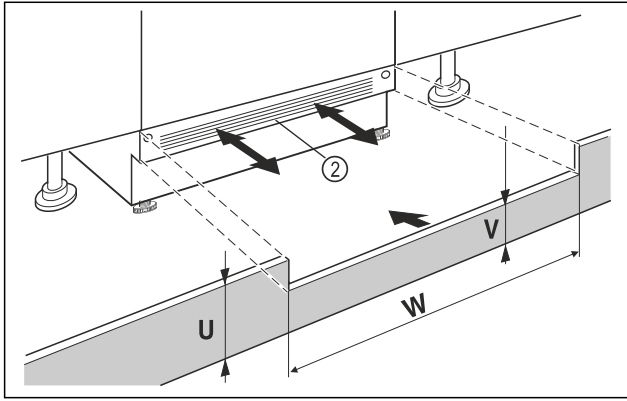

Fig. 10 Voorbeeldweergave
- Plaats de afdekking van de onderkant van het apparaat Fig. 10 (2) maar zet hem nog niet vast.
- Als de sokkelafdekking Fig. 10 (2) zichtbaar is, trek het dan naar voren totdat de voorkant van het ventilatie-ooster en de sokkelafdekking van het meubel gelijk zijn.
- Bij een verborgen sokkelafdekking Fig. 10 (2), deze gehele naar achteren schuiven.
- Controleer of de ventilatiesleuven volledig vrij zijn: Snijd indien nodig de hoogte van de sokkelafdekking Fig. 10 (U) op maat!
- Pas de hoogte van de balk onder de sokkelafdekking van het apparaat Fig. 10 (W) aan de breedte Fig. 10 (V) van de nis Fig. 10 (2) aan.